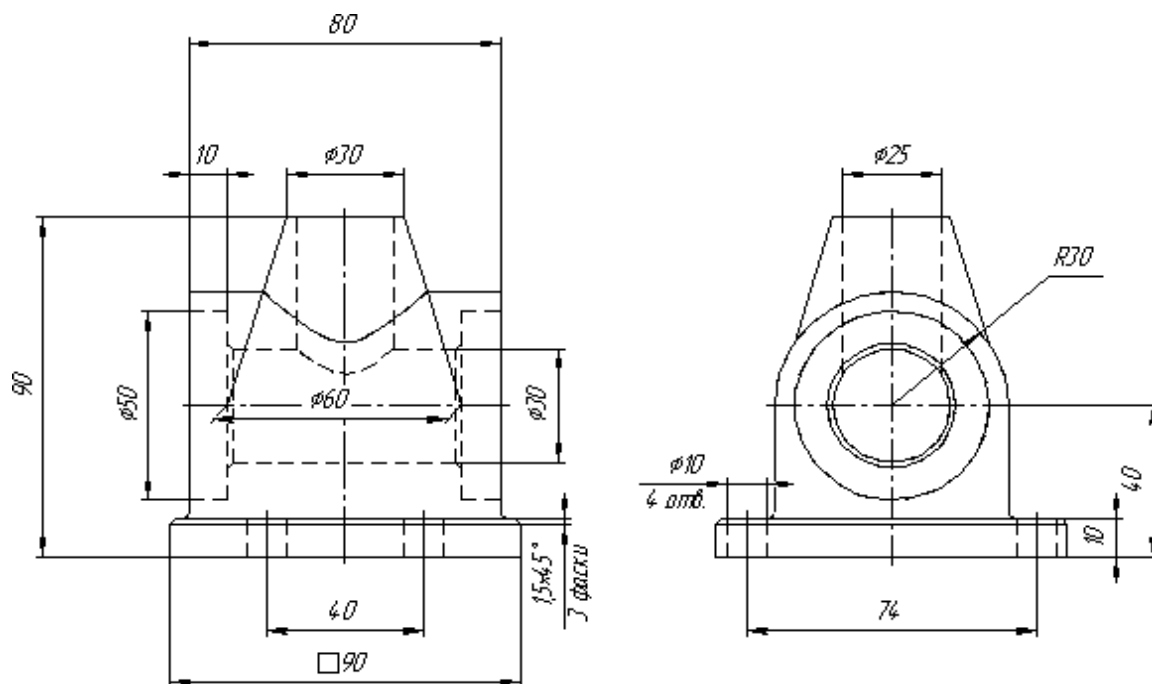

Рис. 7.25
Исходными данными для работы является чертеж корпусной детали (рис. 7.25). Как и в предыдущих практических работах, трехмерная модель может быть создана несколькими вариантами. Ниже приводится один из них.
1. Используя команды трехмерного моделирования, в соответствии с исходными данными (рис. 7.25) создать модель основания, а затем выполнить в нем одно отверстие.